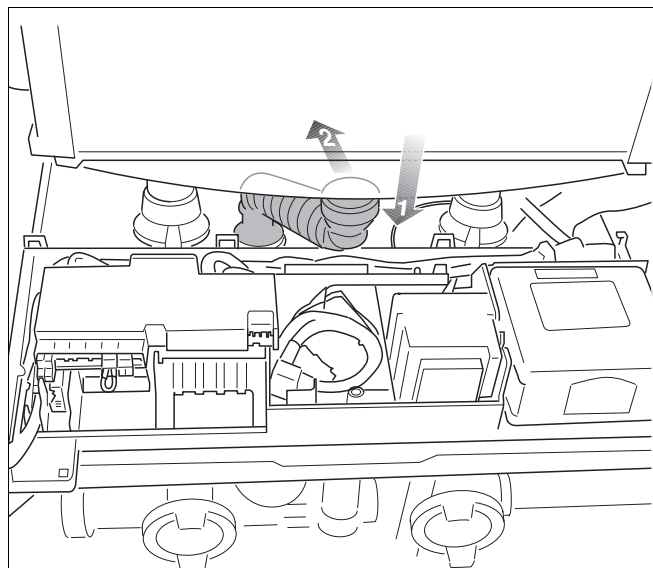

Fig. 119 Aftagning af den fleksible slange
- Løsn den fleksible slange til kondensatudløbet, og bøj den tilbage (fig. 119).